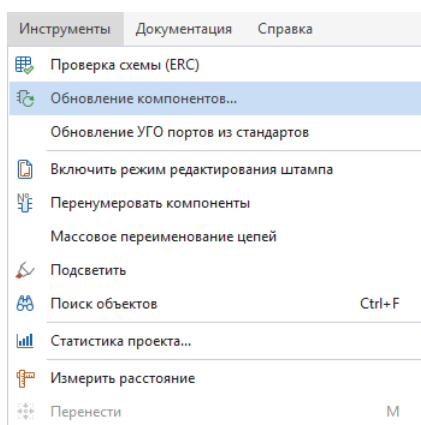

Рис. 285 Синхронизация через запуск обновления компонентов
2. Запустить обновление компонентов, меню «Инструменты» → «Обновление компонентов...», см. Рис. 285.